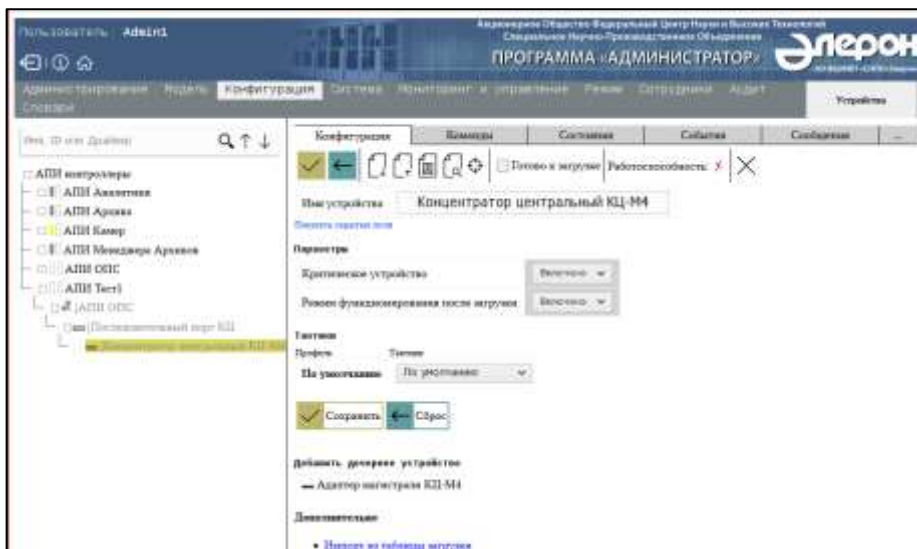

Рис. 14
2) Нажать «Сохранить», после чего для созданного КЦ-М4 установить галочку в поле «Готово к загрузке» (Рис. 14) и нажать кнопку